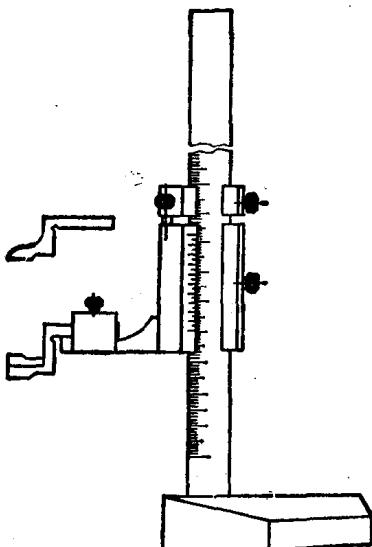

图1-37 高度游标卡尺
(4) 高度游标卡尺 主要用于镗削零件的高度测量和作精密划线，使用方便、稳固。活动的尺框上通过横臂装有测量高度和划线用的量爪，见图1-37。它的读数和测量方法与游标卡尺的相同。